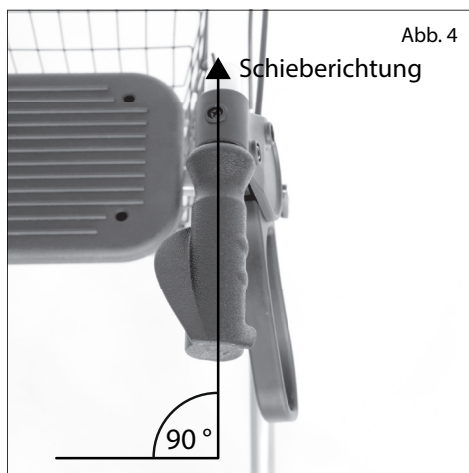

Abb. 4
1. Skubbehåndtagene skal indstilles, så de er parallelle til skubberetningen (fremad/lige frem), som vist på illustrationen (Fig. 4).